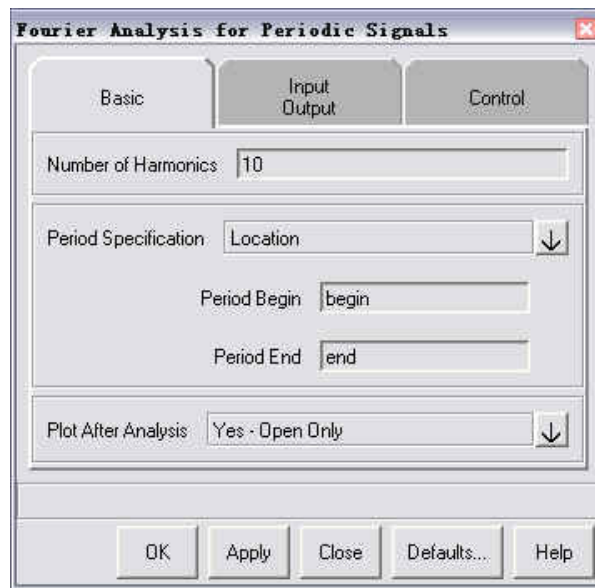

图 4—3 傅立叶分析面板
1、打开傅立叶分析面板（Analyses>Fourier>Fourier...）如图 4—3 所示